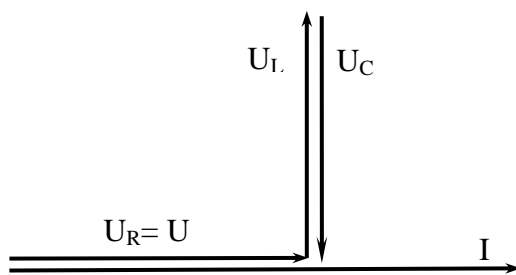

Рисунок 12.3 – Векторная диаграмма цепи в момент резонанса напряжений
- угол сдвига фаз φ между током и напряжением равен нулю (рисунок 12.3)